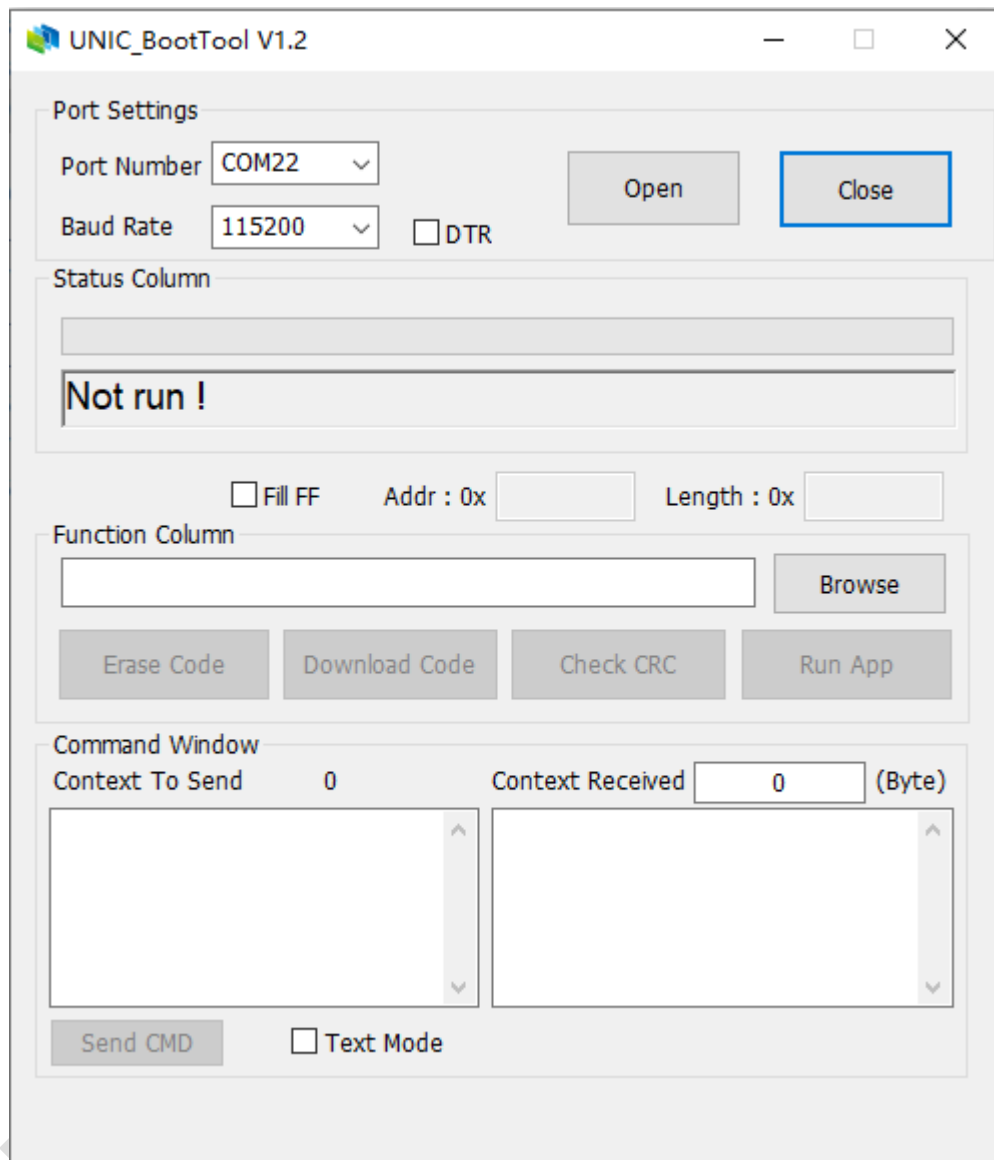

图11 Bootloader的用户下载工具
(2) 打开Bootloader的用户下载工具，界面如图11所示。